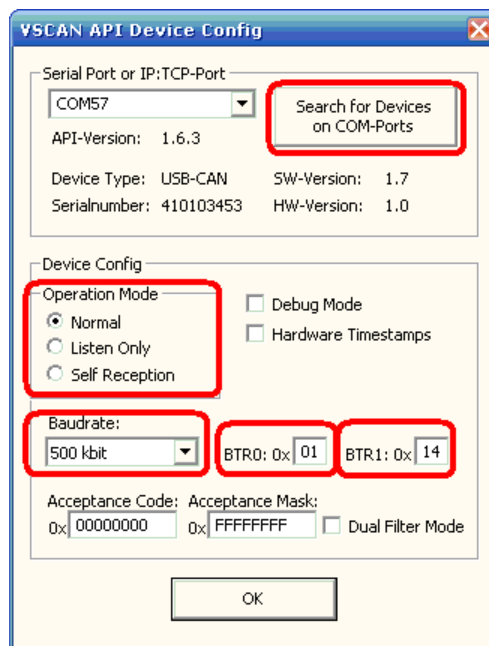

Рисунок 8.2. Настройки программы BUSMASTER
3. В появившемся окне Рис. 8.2 выполнить поиск VSCAN Search for Devices on COM-Ports